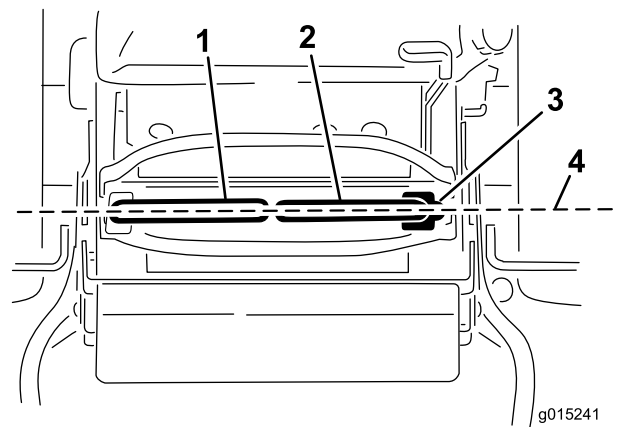

Figure 70
Important: Vérifiez que l'alignement de la machine est correct après avoir réglé les leviers de commande de déplacement. La procédure est identique pour régler l'alignement et aligner les leviers de commande de déplacement longitudinalement (Figure 70).
- Une fois l'alignement horizontal effectué, vérifiez l'alignement avant/arrière (Figure 70).